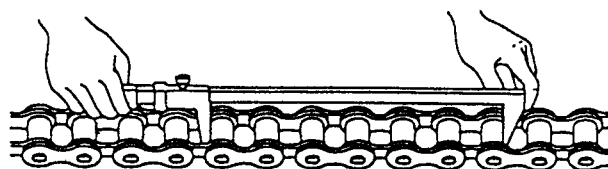

図6-12 ノギスにて6リンク測定のところ
- ① チェーンを洗浄する。
- ② チェーン全体のあそびを除くために、ある程度引張った状態で測定する。
- ③ 図6-12に示した方法によって判定寸法(L)を求める。
- ④ 測定長さは誤差をできるだけ少なくするために6~10リンクとする。
- ⑤ チェーンの伸び率を求める。